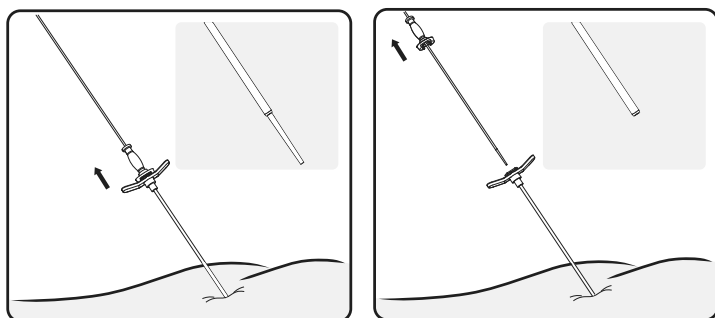

Figur 10. Rett inn låsen på innføringshylsen med dilatatoren med det riktige merket på retningsveiviseren.
5. Hold retningsveviseren på plass ved incisionen. Plasser dilatatoren og innføringshylsen over retningsveviseren, og før dem inn i foramen. Den tredje mest proximale dybde markøren på retningsveviseren skal rettes inn med toppen på dilatatoren (**figur 10**). Hvis fluoroskopi er tilgjengelig, skal det bekreftes at den røntgentette markøren på innføringshylsen befinner seg halvveis eller en tredjedel av veien gjennom korsbenets tykkelse.